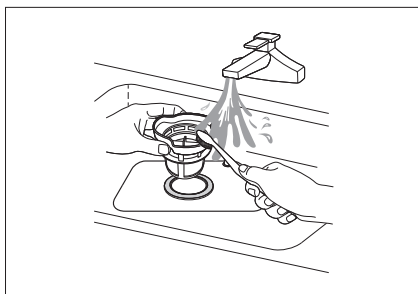

Abb. 20
- Spülen Sie die Filter unter fließendem Wasser ab und reinigen Sie sie mit einer Bürste gründlich (siehe **Abb. 20**). Prüfen Sie nach jedem Spülvorgang, ob größere Teile den Filter blockieren und entfernen Sie sie umgehend.